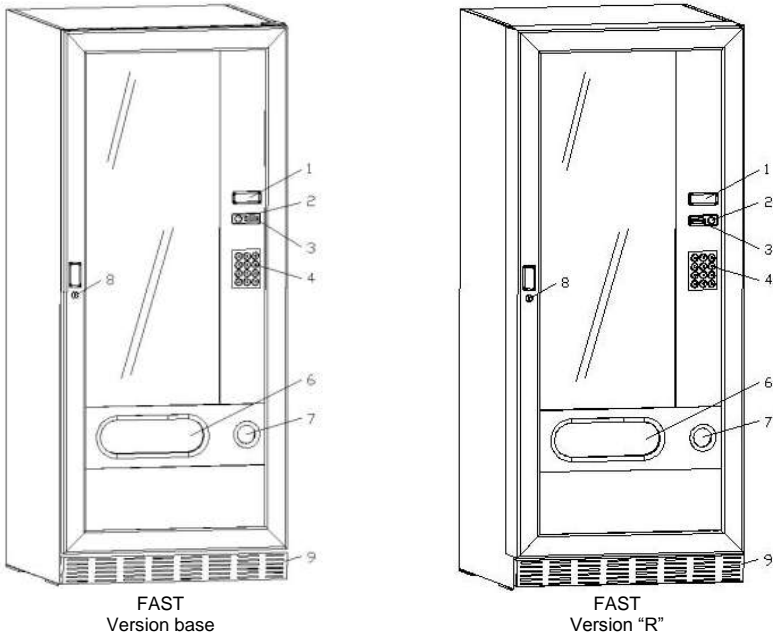

fig. 1
- Pour appliquer les étiquettes des produits, voir point 5 fig. 1 démonter le support du monnayeur, fixé avec les vis et les introduire dans le logement prévu à cet effet.